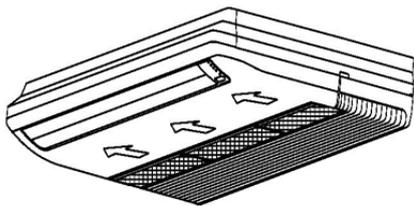

Abb. E3
1. Ziehen Sie direkt den Luftfilter aus dem Lufteinlass wie auf Abb.E3.
3. Setzen Sie den Luftfilter wieder ein, in umgekehrter Reihenfolge im Vergleich zu Abb.E3.